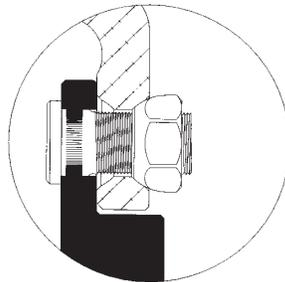

Figura 15
- ◆ Para 1¼" - 16 birlos, use la rueda delantera standard con disco de acero para camiones pesados o con birlos exteriores. (Ver figura 15). Si Ud. este realizando un cambio de las ruedas de acero, pueden ser necesarios birlos más largos para asegurar que el birlo por lo menos este extendido a través de la tuerca.
- ◆ Las tuercas de capuchón exteriores utilizadas en las ruedas de aluminio son las mismas que las mostradas en la Figura 15 de la página 46 (Rosca de 11/8"-16").